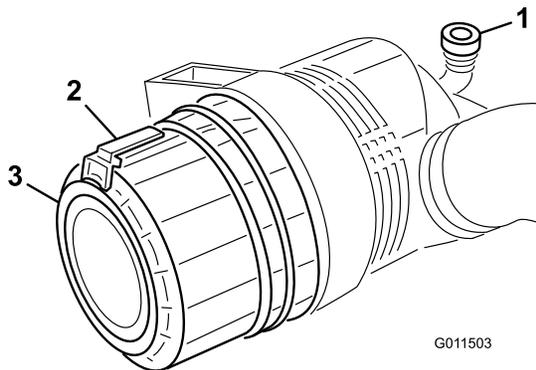

Figura 51
1. Puxe o trinco para fora e rode a cobertura do filtro de ar no sentido contrário ao dos ponteiros do relógio (Figura 51).